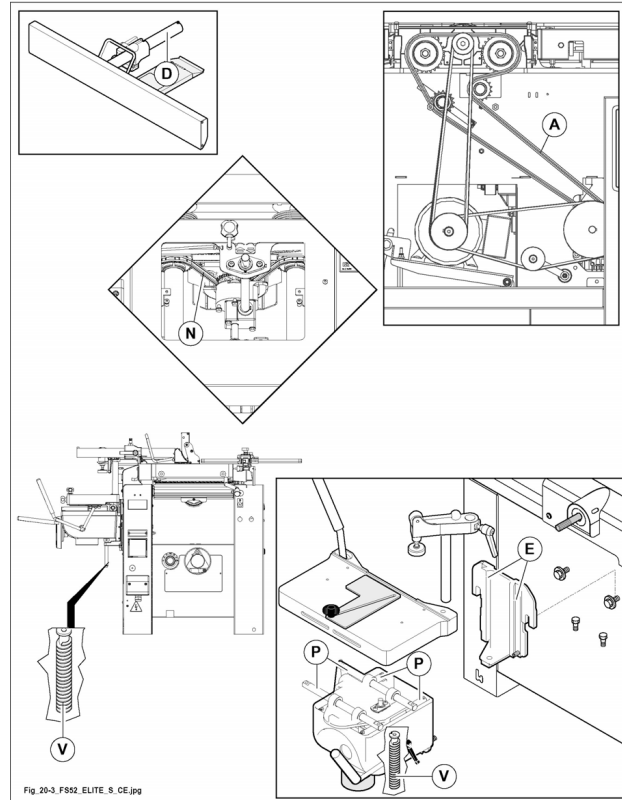

Fig. 20.3
1) la vite di sollevamento (V fig. 20.3) della cavatrice (OPT).
- la barra di scorrimento (D fig. 20.3) della guida filo.
- Gli elementi a coda di rondine (E fig. 20.3), per scorrimento cavatrice (OPT).
- Le barre di scorrimento (P fig. 20.3) del piano cavatrice (OPT).
- Catena di trasmissione (A fig. 20.3) del moto ai rulli di avanzamento.
- Catena di sollevamento del piano (N fig. 20.3).